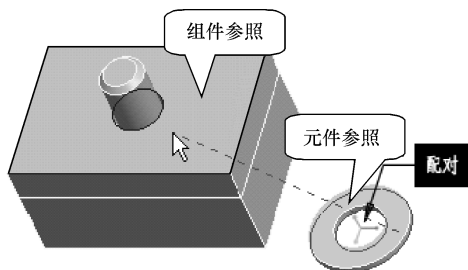

图 9-54 设置匹配约束
(1) 单击【工程特征】工具栏中的【装配】按钮, 弹出【打开】对话框, 选择“dianquan.prt”, 单击【打开】按钮, 将其装入装配界面。
(2) 在【装配】操控板, 单击【放置】按钮, 弹出【放置】下滑面板, 在【约束类型】下拉列表框中选择【配对】选项。
(3) 在图形区选择垫圈的下底面作为的元件参照, 选取被连接件 2 的上表面作为组件参照, 如图 9-54 所示。
(4) 在【放置】下滑面板的【集】列表中单击【新建约束】, 【集】列表中弹出第 2 个约束